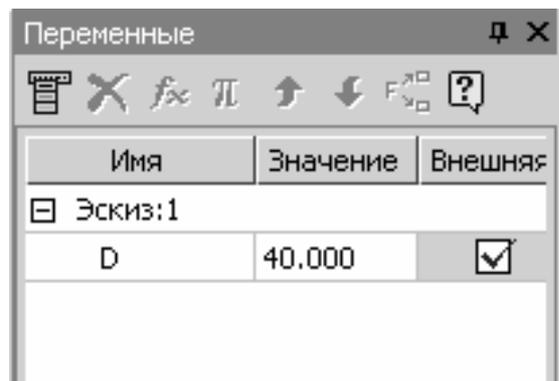

Рис. 36. Переменные
- 3.6. Нажмите кнопку «Переменные...» . В окне «Переменные» отметьте галочкой «Внешняя переменная» (рис. 36). Закончите редактирование эскиза, нажав кнопку .